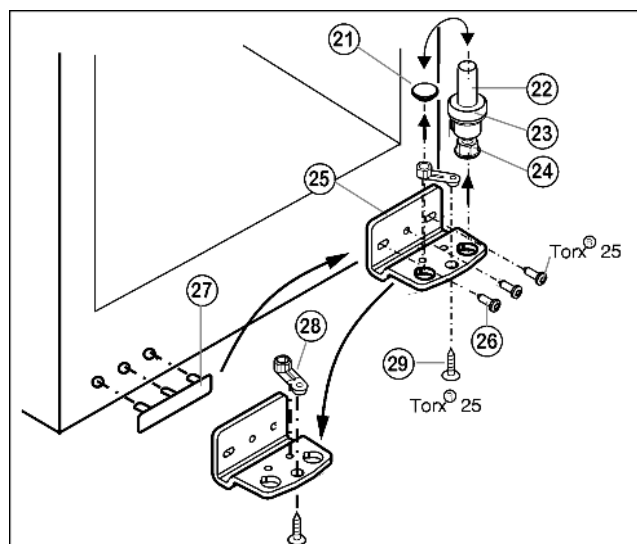

Fig. 6
- ▶ Lejebolten Fig. 6 (22) trækkes ud opadtil komplet med plade Fig. 6 (23) og skruedefod Fig. 6 (24).
- ▶ Løft Fig. 6 (21) proppen.
- ▶ Lejekonsollen Fig. 6 (25) skrues af Fig. 6 (26).
- ▶ Lejedelen Fig. 6 (28) skrues af Fig. 6 (29) og sættes i det overfor liggende hul i lejekonsollen, skru så fast igen.
- ▶ Løft afdækningen på håndtagssiden Fig. 6 (27) forsigtigt af og flyt den til den modsatte side.
- ▶ Lejekonsollen Fig. 6 (25) skrues fast igen på den nye hængselside om nødvendigt ved hjælp af en akkuskrue-trækker (med 4 Nm).
- ▶ Sæt igen proppen Fig. 6 (21) i det andet hul.
- ▶ Lejebolten Fig. 6 (22) sættes ind igen komplet med plade og skruedefod. Vær herved opmærksom på, at tappen peger bagud.
- ▶ Vip proppen (33) ud af dørlejbøsningen og flyt den.
- ▶ Dørhåndtag (32), propper (33) og trykplader* (34) afmonteres og sættes på den modsatte side.
- ▶ Sæt døren oppefra på lejebolten forned Fig. 6 (22).
- ▶ Sæt øverste lejekonsol (12) i døren på den nye hængselside.
- ▶ Den øverste lejekonsol skrues (12) fast (med 4 Nm) (2 gange Torx® 25) (13). Stik eventuelt skruenhullerne i forvejen eller brug en akkuskrue-trækker.
- ▶ Sæt afdækning (10) og afdækning (11) i på den modsatte side, så de går i hak.
- ▶ Justér døren, eventuelt vha. de to langhuller i lejubukken forned Fig. 6 (25), så den flugter i forhold til apparatkabinettet. Drej til dette formål den midterste skrue ud.